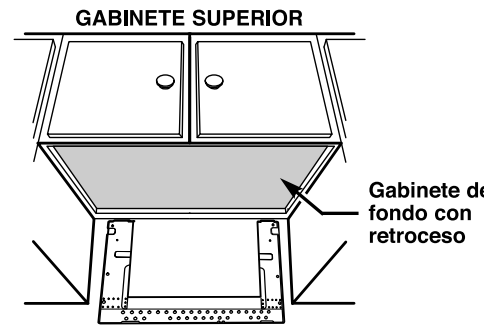
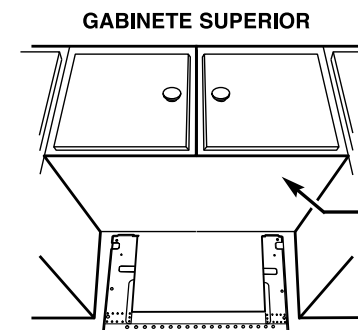

FIG. 1
FIG. 2
1. Determine if your cabinet has a recessed area or a smooth, flat bottom. See Fig. 1. If smooth, tape template onto the bottom surface (Fig. 2). If it is recessed, cut the edges of the template to fit in the recessed bottom of the cabinet. It is important that the edges of the cabinets permit level installation of the oven. Follow directions below for cutting.
1. Determine si su gabinete tiene un área de retroceso o un fondo liso y plano. Vea la Fig. 1. Si tiene un liso suave, pegue la guía en la superficie del fondo (Fig. 2). Si tiene un área de retroceso, corte los bordes de la guía para llenar el fondo de retroceso del gabinete. Es importante que los bordes de los gabinetes permitan la instalación a nivel del horno. Siga las instrucciones antes de cortar.